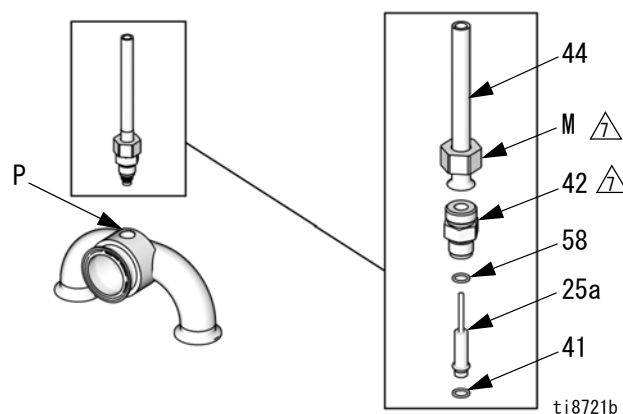

図 10. 圧力トランスデューサ
11. 図 10 を参照してください。センサーコンジット (44) のナット (M) を緩めて、トランスデューサポート (P) からアダプタ (42) をねじって外します。ポートからトランスデューサ (25a) を取り外します。
13. 図 10 を参照してください。新しい黒色 O リング (41) より新しい真ちゅうのスペーサ (58) をトランスデューサ (25a) に取り付けます。
16. 図 10 を参照してください。トランスデューサをトランスデューサポート (P) に挿入します。まずアダプタ (42) に、次にナット (M) に 21-27 N・m (15-20 フィート・ポンド) のトルクを与えます。